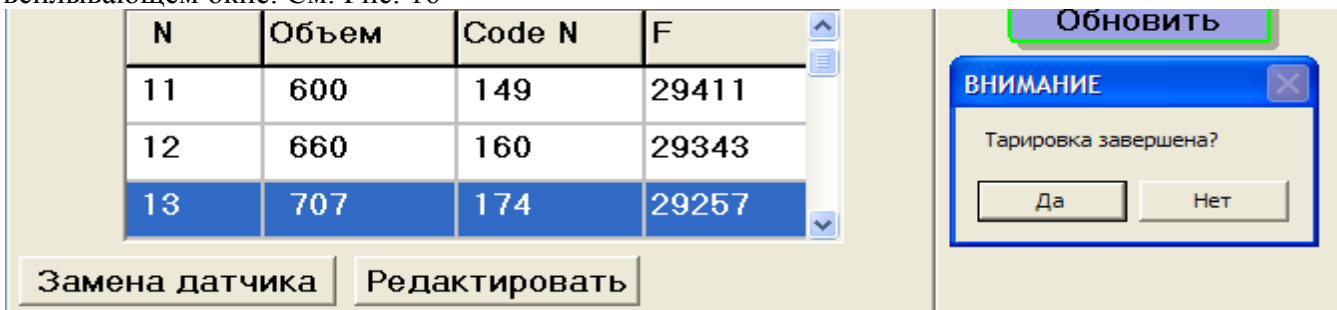

Рис. 16 Окно «Тарировка» со всплывающим окном
3.5.9 После полного заполнения бака (или завершения редактирования) нажать кнопку «Закончить тарировку». После нажатия данной кнопки подтвердить завершение тарировки, нажав кнопку «Да» во всплывающем окне. Для отказа от завершения тарировки нажать кнопку «Нет» во всплывающем окне. См. Рис. 16